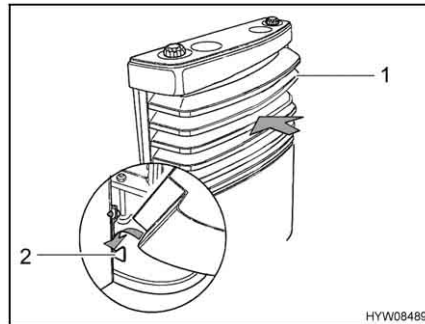

Bild 144 Höljet till värmeaggregatet, nedre lager
- Montera höljet på värmeaggregatet. Placera höljet till värmeaggregatet (Bild 144,1) på det nedre lagret (Bild 144,2).